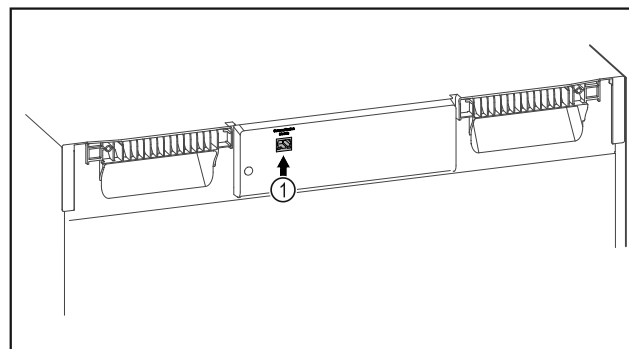

Fig. 133
- A SmartModule Fig. 133 (1) be van helyezve.